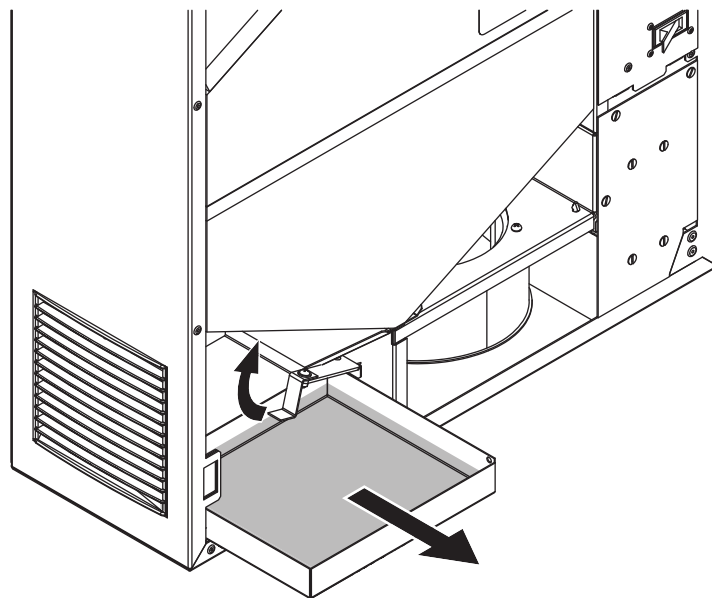

Рис. 17. Извлечение поддона
4. Удерживая датчик уровня конденсата осторожно извлеките поддон для сбора конденсата с водой, потянув его на себя (рис. 17).